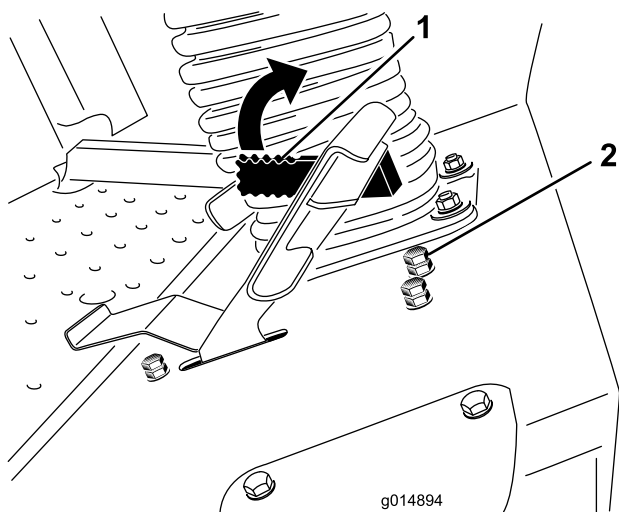

Figure 41
Le levier limiteur de vitesse de tonte (Figure 41) peut être basculé en avant pour limiter la vitesse de déplacement pendant la marche.
3. Desserrez l'écrou de blocage sur le boulon d'arrêt du limiteur de vitesse de tonte (Figure 41).